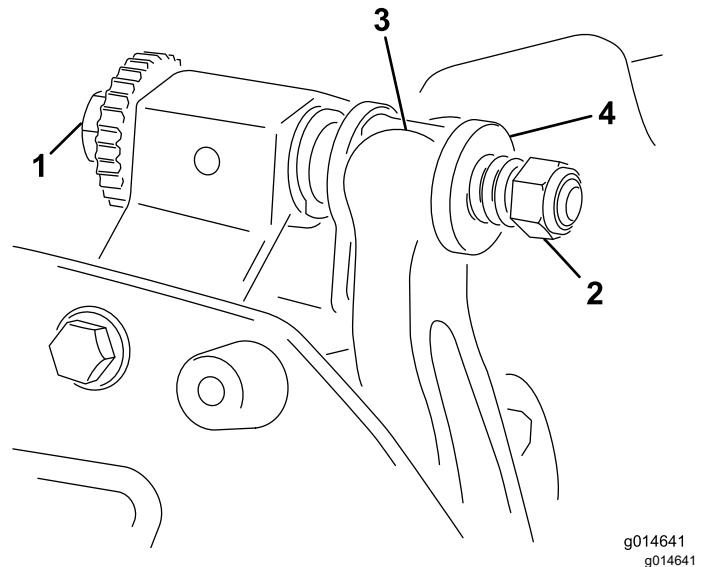

Figura 13
1. Ruotate la vite di regolazione della barra di appoggio in senso antiorario per allontanare la controlama dal cilindro (Figura 13).
2. Allentate il dado di tensione della molla finché la rondella non sarà più in tensione contro la barra di appoggio (Figura 13).